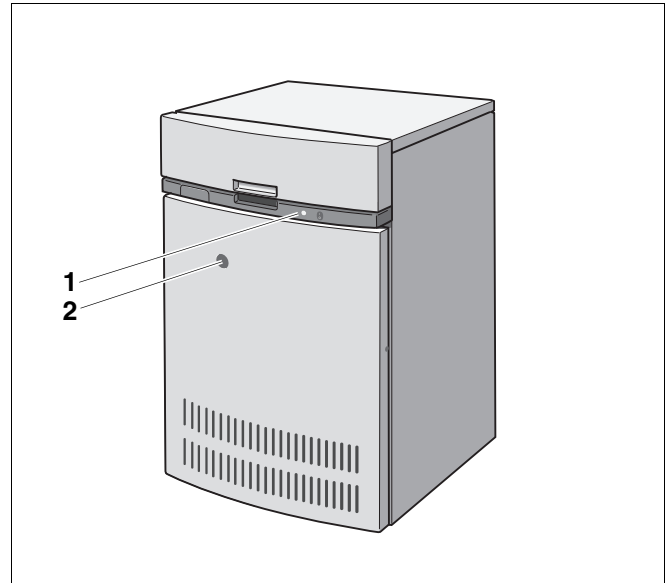

Abb. 53 Brennerstörungen beheben
Bei einer Brennerstörung leuchtet die Störlampe (Abb. 53, **Pos. 1**) am Heizkessel.
Sie können den Entstörtaster am Brenner durch die Bohrung (Abb. 53, **Pos. 2**) in der Kesselvorderwand betätigen. Sie müssen die Kesselvorderwand nicht demontieren.
- Entstörtaster (Abb. 53, **Pos. 2**) des Brenners drücken.